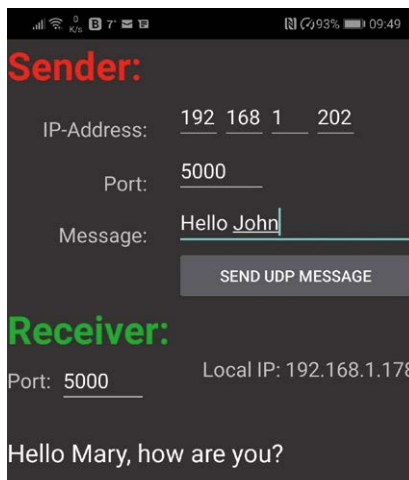

Figure 9.31 Affichage sur le téléphone mobile
- Rejoindre les nœuds comme dans la figure 9.25 et cliquer **Déployer**. Pour tester le programme, utilisez les applications **UDP RECEVOIR** et **ENVOYER** comme décrit plus haut dans ce chapitre. Démarrez le tableau de bord en saisissant les informations suivantes dans votre navigateur web (remplacez l'adresse IP par votre propre adresse IP Raspberry Pi). La sortie de l'exemple sur le tableau de bord est illustrée à la figure 9.30. L'affichage correspondant sur le téléphone mobile est illustré à la figure 9.31 :